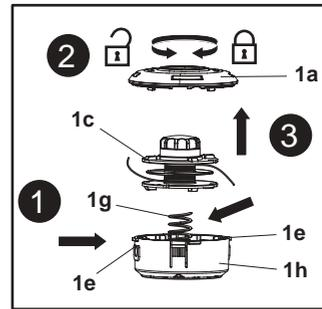

Fig. 56
5. Presione los pestillos de liberación (1e) en ambos lados y manténgalos en posición (Fig. 56, paso 1). A continuación, gire la cubierta (1a) hacia la izquierda para desacoplarla del cabezal de recorte (1) (Fig. 56, paso 2).
6. Retire la cubierta (1a) y la bobina de recorte (1c) del alojamiento (1h) (Fig. 56, paso 3).